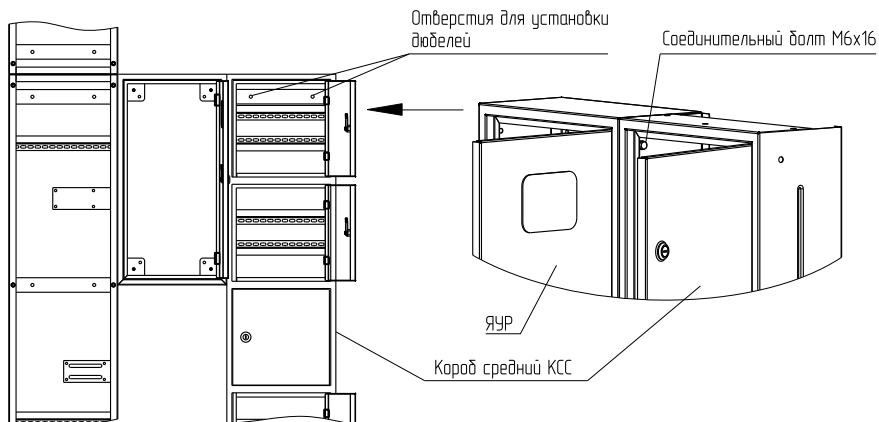

Рисунок 19
4.4.6 Установить два соединённых корпуса на пол к стене возле ЯУР/ЯУ (рисунок 19).
4.5.1 Произвести установку электротехнической аппаратуры (электрических счётчиков, модульных автоматических выключателей и т.д.) на монтажную панель (рисунок 19) и Т-образные направляющие (рисунки 10, 11, 12). Произвести внутренние электрические соединения.